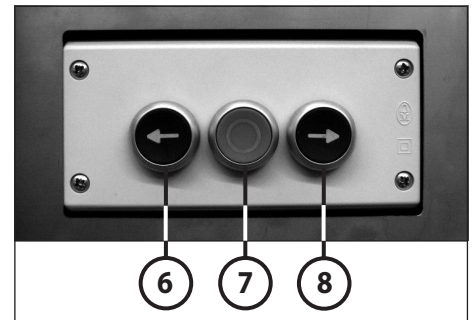

Abb. 12
- 6 = Drucktaster „Stempel vor“ (Verdichtungshub) (Abb. 12)**
- 7 = Drucktaster „Stempel stopp“ bzw. „Öffnen Ausstoßklappe“ (Abb. 12)**
- 8 = Drucktaster „Stempel zurück“ (Rückhub) (Abb. 12)**